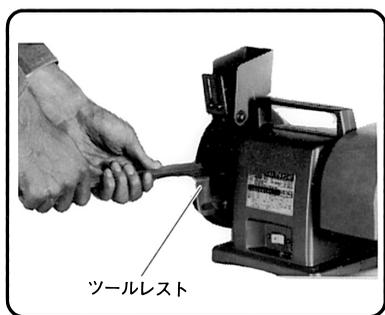

図 12
(1) 被研削物はツールレストにのせて作業してください。(図12)